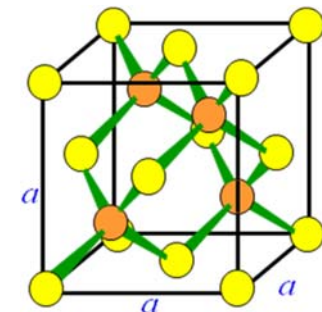

Figure 8.2.
- ✓ Calculer le nombre d'atomes dans une maille de silicium (Figure 8.2).